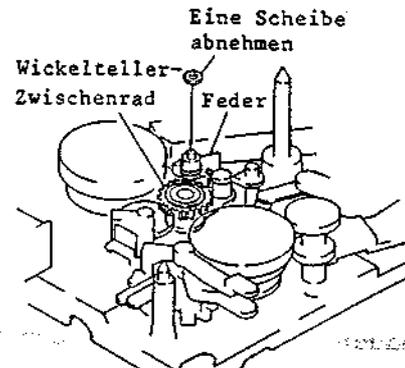

Abb. 2-77 Ausbau des Wickelteller-Zwischenrades
3-29 Ausbau des Wickelteller-Zwischenrades (Abb. 2-77)
2. Die zwischen dem Wickelteller-Zwischenrad und dem Chassis angeordnete Feder freigeben (siehe Abb. 2-77).
3. Eine (1) Scheibe abnehmen und das Wickelteller-Zwischenrad herausziehen.